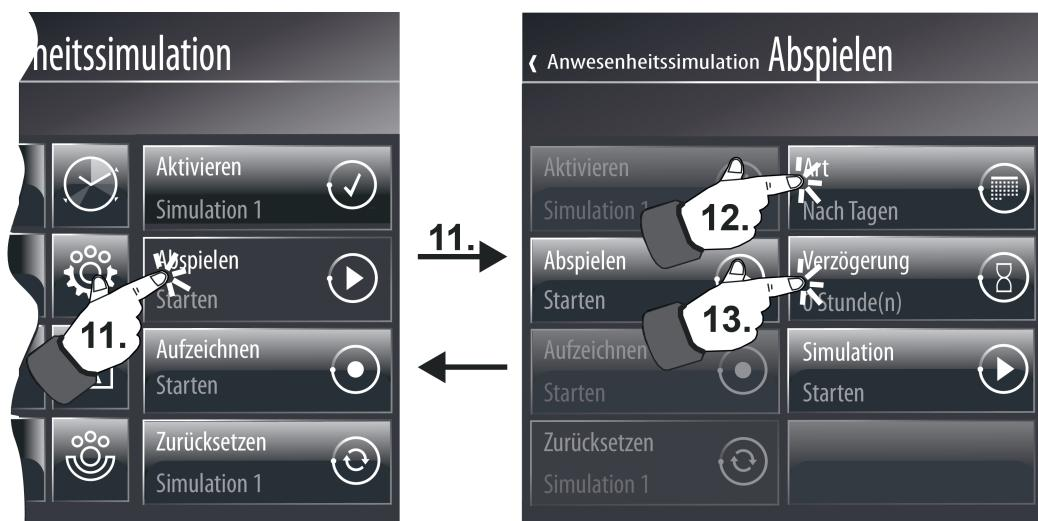

Bild 102: Beispiel einer Anzeigeseite zur Einstellung der Abspielart und der Abspielverzögerung einer Simulation (rechts)
Das Abspielen einer Telegrammfolge ist möglich, wenn die Bedienfläche (B) gedrückt wird (11.). Das Display zeigt danach 3 weitere Bedien- und Anzeigeelemente an (Bild 102).
- 11. Die Bedienfläche (B) ist erst dann bedienbar, wenn eine Telegrammfolge aufgezeichnet wurde.